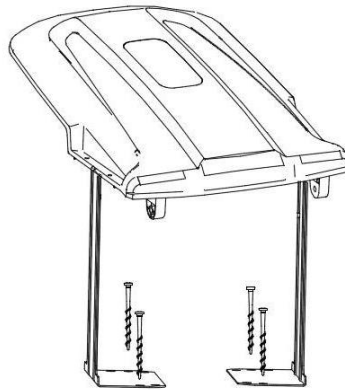

Fig.2
2. Fixați suportul la stația de încărcare cu cele patru șuruburi de fixare. (Fig.2)